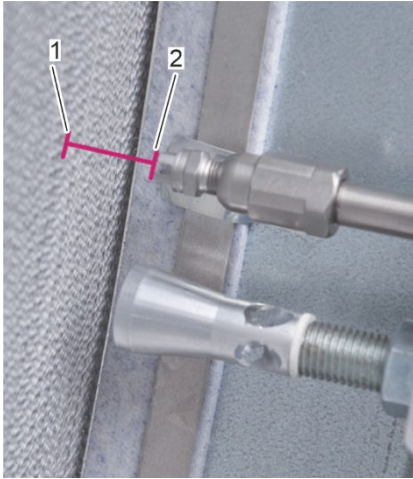

Abbildung 41: Abstand zwischen Wasserdüse und Rotorumfang
6. Messen Sie den Abstand zwischen der Hochdruckwasserdüse (Abbildung 41/2) und der Rotoroberfläche (Abbildung 41/1).